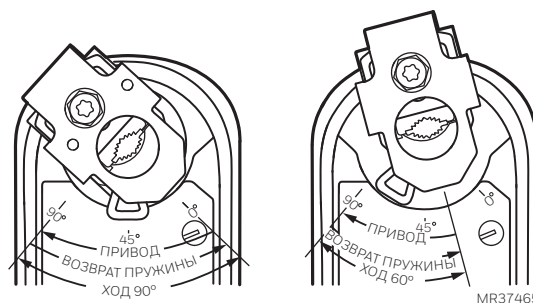

Рис. 7. Уменьшение хода.
3. Поверните муфту в нужное положение, выравнивая ее по маркировке хода. См. рис. 7.
ПРИМЕР. Установка муфты вала в приблизительное безопасное положение 30 градусов (как указано на корпусе) ограничивает ход до 60 градусов. (См. рис. 7.)